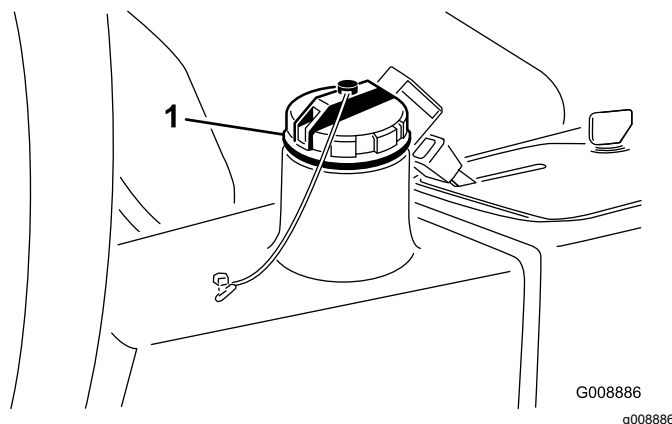

Bild 80
2. Reinigen Sie den Bereich um den Füllstutzen und den Deckel des Hydraulikbehälters (Bild 80).